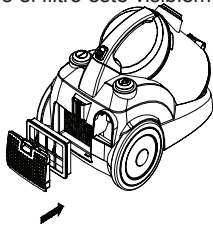

Figura 12
2. Abra la tapa del filtro de salida, tirando de la lengüeta de la tapa. Saque el filtro de salida del aparato, véase la figura 12.